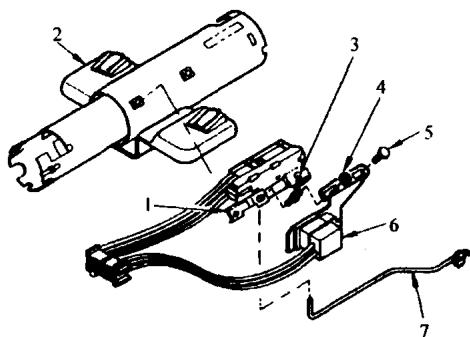

图 1-11 变光开关总成
10) 将点火开关总成和变光开关总成(见图 1-11)安到转向柱套座上并与促动器相联。用销钉将新点火开关固定在 OFF-LOCK (关) 位置，在将开关安装到转向柱上之前不许将销钉拔出。